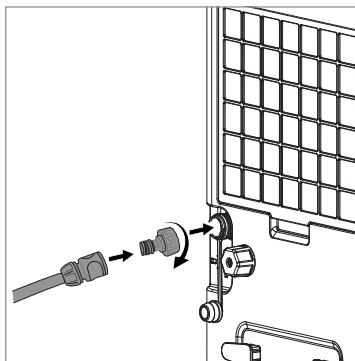

Bild 5
- Beroende på vilket vattenslangsystem som används krävs eventuellt ytterligare en adapter (se bild 5). Dessa finns att köpa i fackhandeln.